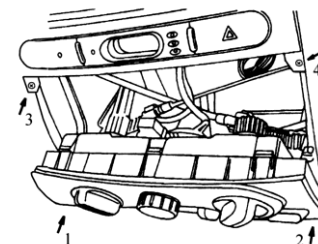

Рис. 4
- 7) Открутите шурупы 1 и 2 (рис.4). Аккуратно выдвинуть вперёд блок управления климатом и открутить шурупы 3 и 4.